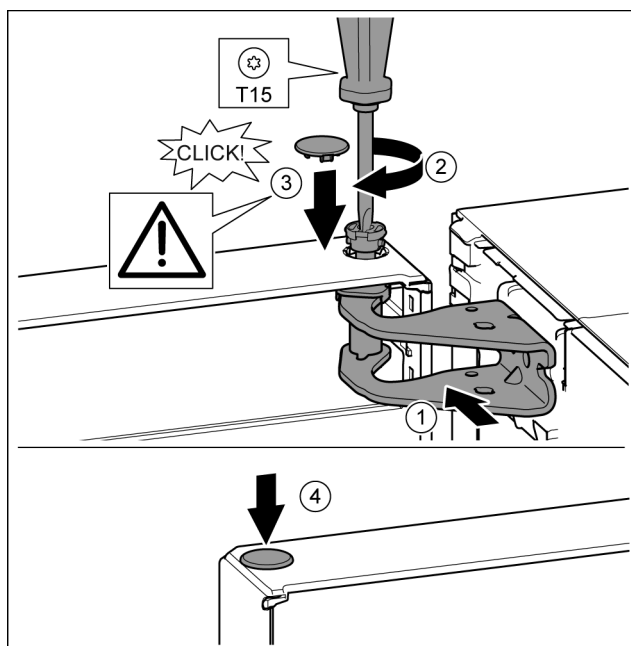

Fig. 23
- ▶ Deur op de middelste lagerbout plaatsen. Fig. 23 (1)
- ▶ Deur boven uitlijnen op de opening in de lagerbus. Fig. 23 (1)
- ▶ Bouten aanbrengen en met schroevendraaier T15 vastschroeven. Fig. 23 (2)
- ▶ Veiligheidsafdekking voor de veiligheid van de deur monteren: Veiligheidsafdekking aanbrengen en controleren of deze op de deur rust. Anders bout volledig aanbrengen. Fig. 23 (3)
- ▶ Stop aanbrengen. Fig. 23 (4)